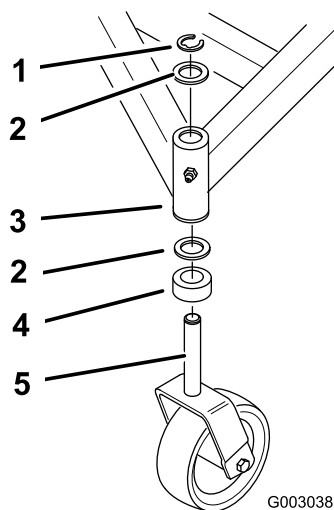

Figura 37
3. Retire el pasador de bloqueo y la(s) arandela(s) de empuje de la parte superior de la horquilla de la rueda giratoria (Figura 37).
- Inspeccione la horquilla de la rueda giratoria para determinar si está desgastada y cámbiela de ser necesario (Figura 37).
- Deslice la horquilla a través de los casquillos del tubo de montaje. Cambie los espaciadores de la horquilla y sujételos con el anillo de retención (Figura 37).